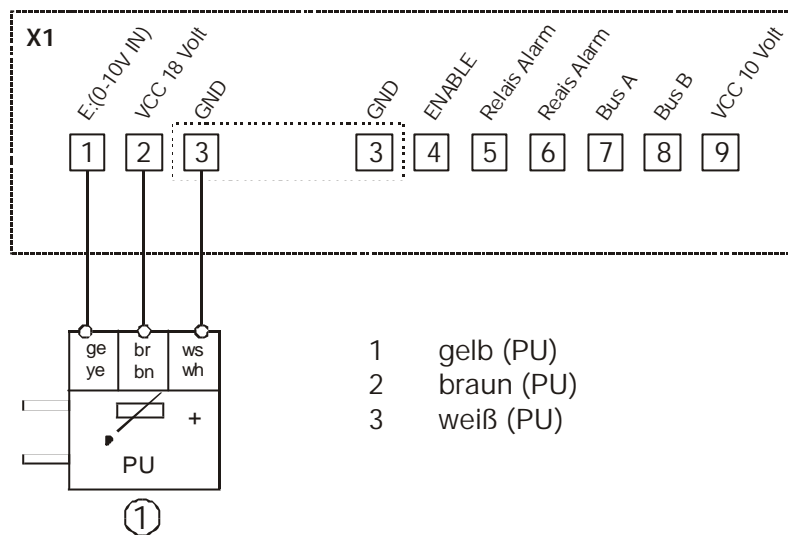

Bild 3
In der Standardausführung des EC- Dachventilators (Differenzdruckregelung) sind zur Inbetriebnahme keine zusätzlichen Komponenten erforderlich. Der Drucksensor ① ist am Dachventilator montiert und am Klemmkasten X1 angeschlossen (siehe **Bild 3**). Wird der EC- Dachventilator durch den Geräteschalter (GS) in Betrieb gesetzt, erfolgt die Regelung des Differenzdruck in Abhängigkeit des am Potentiometer P1 eingestellten Wert in %.